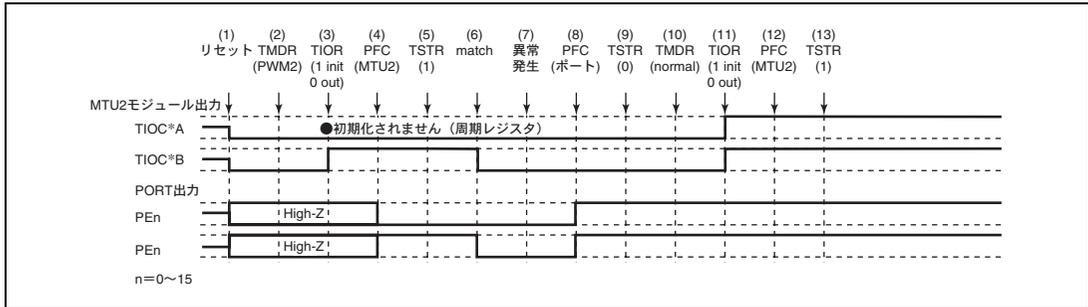

図 10.150 PWM モード 2 で異常が発生し、ノーマルモードで復帰する場合
PWM モード 2 で異常が発生し、再設定後ノーマルモードで再起動する場合の説明図を図 10.150 に示します。
- (1) ~ (9) は図 10.150 と共通です。
- (10) PWM モード 1 を設定します。
- (11) TIOR で端子を初期化してください (PWM モード 1 では TIOC*B 側は初期化されません)。
- (12) PFC で MTU2 出力としてください。
- (13) TSTR で再スタートします。
(1) ~ (9) は図 10.150 と共通です。
(10) PWM モード 2 で再スタートする場合には必要ありません。
(11) TIOR で端子を初期化してください (PWM モード 2 では周期レジスタの端子は初期化されません)。
(12) PFC で MTU2 出力としてください。
(13) TSTR で再スタートします。
(16) PWM モード 2 で動作中に異常が発生し、位相計数モードで再起動する場合の動作
- (10) 位相計数モードを設定します。
- (11) TIOR で端子を初期化してください。
- (13) TSTR で再起動します。